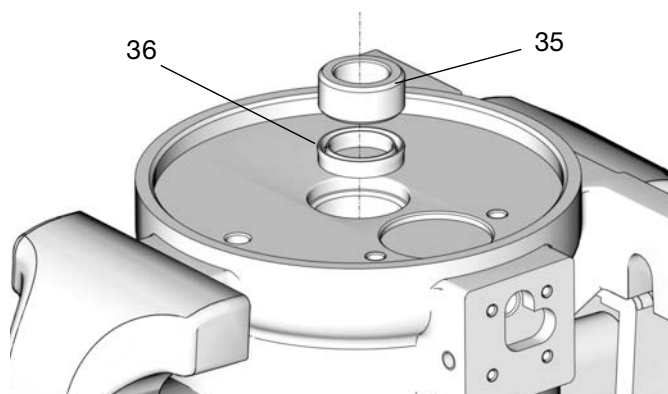

FIG. 27
1. Instale junta de sellado de la copa en U (36) con los bordes orientados hacia arriba, y el casquillo (35) en el cilindro de aire (3) (FIG. 27).